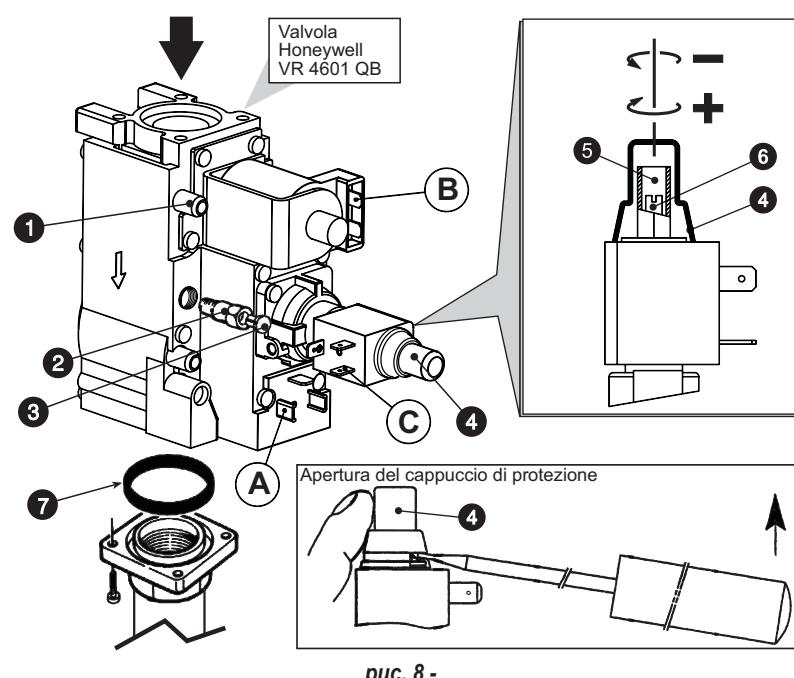

рис. 8 -
Регулировка давления выполняется при работающем котле с помощью соответствующего регулятора, имеющегося на однокаскадных газовых клапанах (см. Рис. 8).
3. Раскрутите защитный колпачок регулятора давления 4 на Рис. 8.
1. Медленно поверните по часовой стрелке рукоятку регулировочного терmostата до 1-го щелчка; газовый клапан будет запитан только на соединения А и В (см. Рис. 8).
2. Воздействуя на винт 6 Рис. 8 привести давление в соответствие со значениями из таблицы технических данных в параграфе 4.3.
1. Поверните ручку регулировочного терmostата на максимальное значение; теперь газовый клапан будет запитан на соединения А, В и С (см. Рис. 8).
2. Воздействуя на винт 5 Рис. 8 привести давление в соответствие со значениями из таблицы технических данных в параграфе 4.3.
2. Снимите с газового клапана маленький колпак 3 (Рис. 8), установите на клапан регулятор "STEP" зажигания 2, находящийся в комплекте переналадки, и наденьте на него колпак 3.
Осуществляется выполнением описанных выше операций, сняв регулятор зажигания "STEP" 2 на Рис. 8 с газового клапана; колпачок 3 Рис. 8 должен устанавливаться непосредственно на клапан.